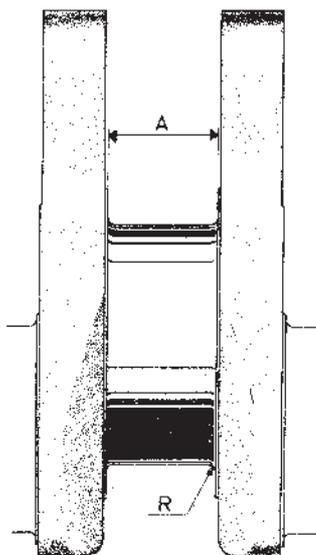

Fig. 87. Largeur de portée de palier pilote
2. Veiller à ce que les rayons de congé (« R », figure 87) de passage des tourillons aux bras de manivelle soient de 3,75 à 4,00 mm. Vérifier avec un calibre à rayons.
Cote « A », figure 87: